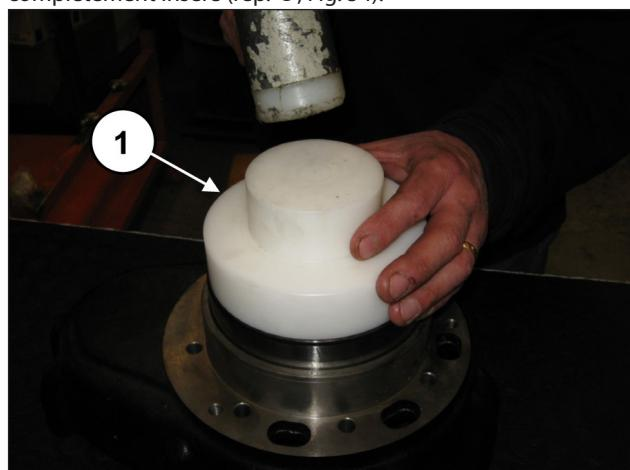
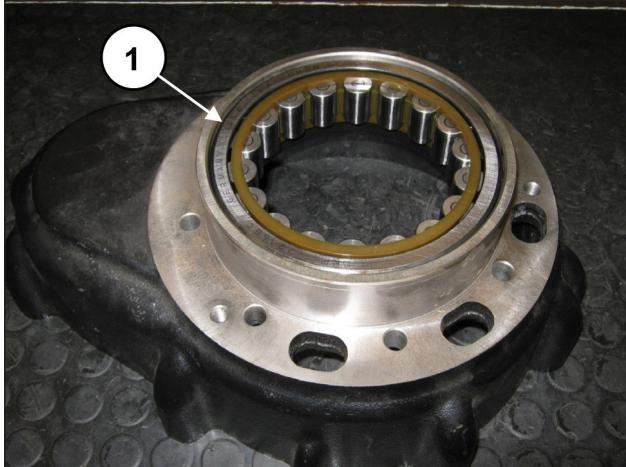

Fig. 53
Fig. 54
Sur le côté opposé du boîtier de réducteur, pré-monter la bague extérieure du roulement de vilebrequin à l'aide de l'outil réf. 27605000 (rep. ①, Fig. 53) jusqu'à ce qu'il soit complètement inséré (rep. ①, Fig. 54).